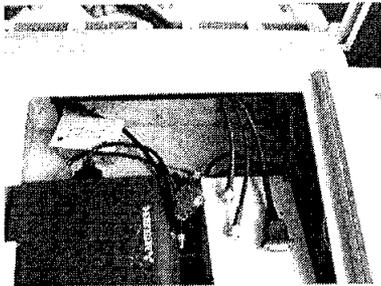

FIG. 16
7. Fije la base del auricular en la parte lateral derecha de la tapa del contenedor mediante los cuatro tornillos dispuestos en el lado opuesto de la base (fig. 16,17 y 18).